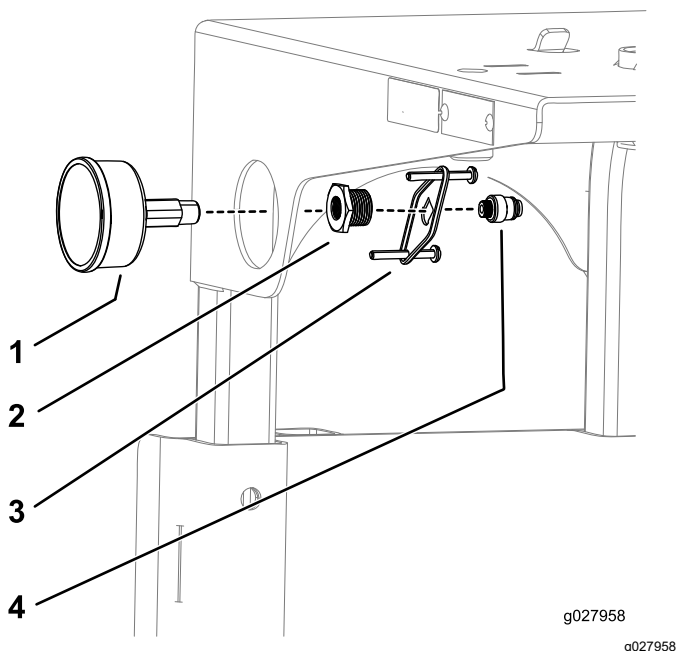

Bild 15
7. Wickeln Sie PTFE-Band um das Gewinde am Druckmanometer und montieren Sie das Druckmanometer, wie in Bild 15 abgebildet.